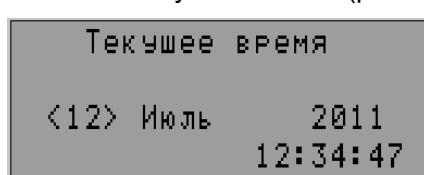

Рисунок 5.9 – Вид дисплея при установке текущего времени
- 3) нажать кнопку **Установка** (рис.5.9);